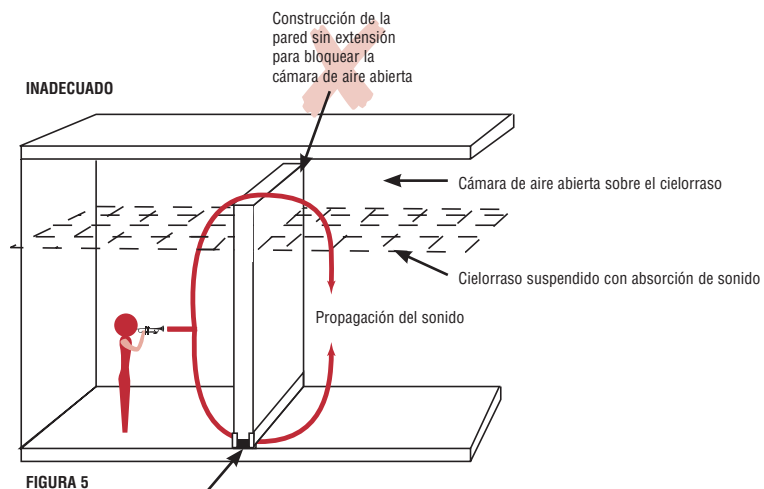

FIGURA 5
- Corregir paredes mal construidas (figura 5) es totalmente esencial para lograr el aislamiento sonoro adecuado. Habrá que contar con un carpintero muy hábil para extender la pared hasta la losa del cielorraso y sellarla correctamente. Otra opción que puede investigar es usar una lámina de vinilo pesada como barrera para la cámara de aire. Asegúrese de que cualquier trabajo que realice respete los códigos edilicios y de incendios vigentes.